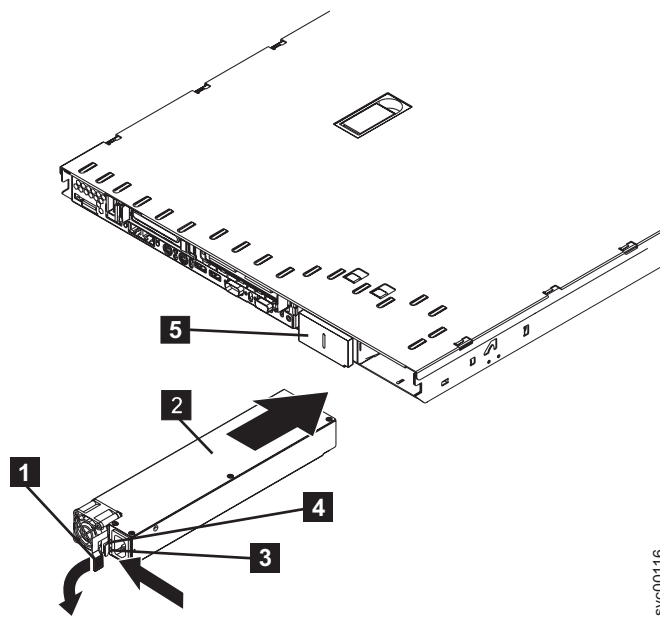

図 104. SAN ボリューム・コントローラー 2145-8F2電源装置のハンドル
- a. 電源装置の後部のハンドル **1** を開放位置まで下の方に回して、電源装置を電源装置ベイに向かってスライドさせます。図 104 を参照してください。